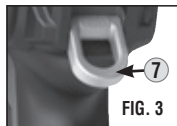

FIG. 3
ANILLOS DE ELEVACIÓN ⑦ (FIG. 3): La herramienta cuenta con un anillo de elevación que se utiliza para trasladarla a áreas de difícil acceso. Sujete firmemente el dispositivo de elevación al anillo antes de mover la herramienta. Respete todas las normas del lugar de trabajo.